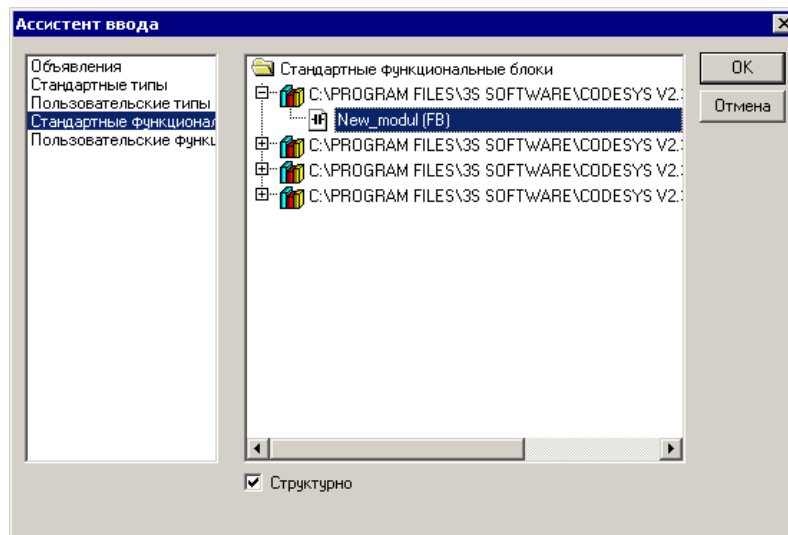

Рисунок 4.11 – Окно «Ассистент ввода»
- После этого новый функциональный блок отобразится в перечне доступных стандартных функциональных блоков окна «Ассистент ввода» и может быть добавлен в текущий проект аналогично тому, как это выполняется для функциональных блоков из состава поставляемых библиотек (см. раздел 4.2.4 ), см. рисунок 4.11.